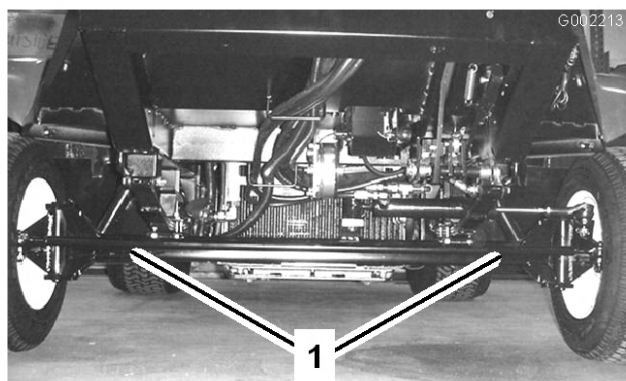
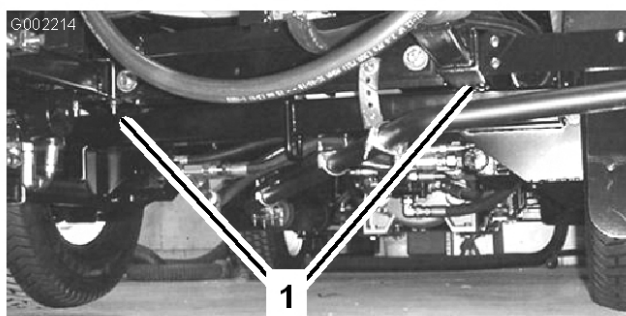

Figura 26
Figura 27
2. Conecte un cable de remolque al bastidor. Consulte los puntos de remolcado delanteros y traseros en Figura 26 y Figura 27.